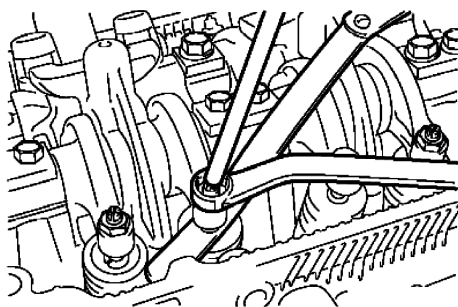

图 4-72 调整气门间隙
4) 如图 4-72 所示, 使用塞尺, 调整气门杆端和调整螺钉之间的间隙。